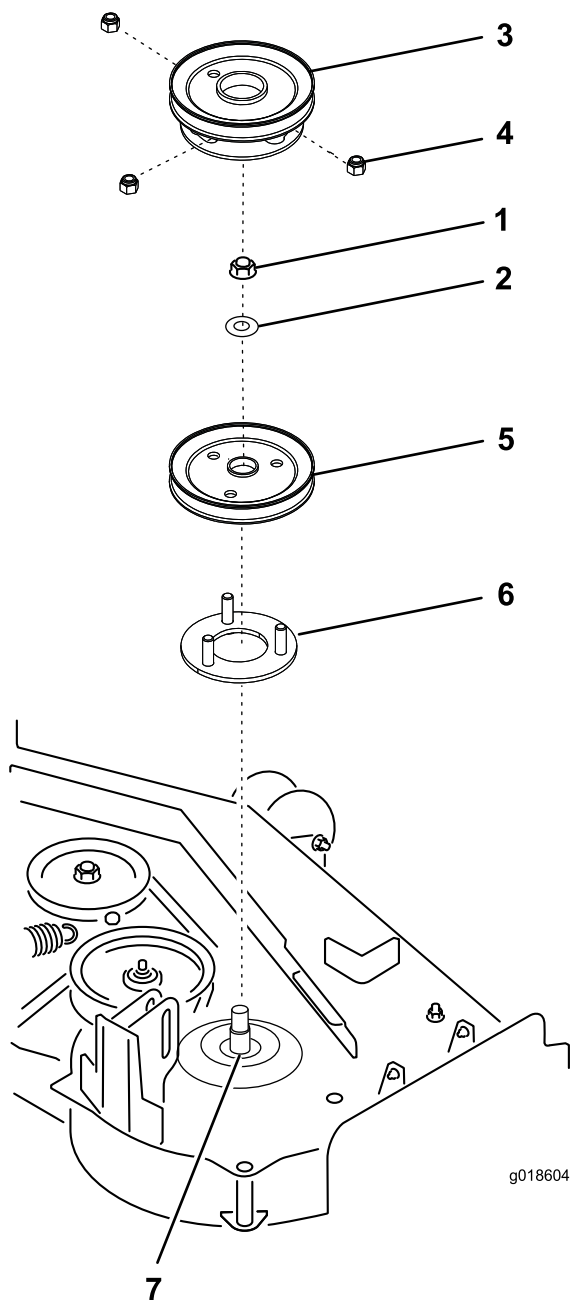

Figura 5
4. Togliete il dado e la rondella sulla puleggia (del mandrino) del piatto di taglio preesistente (Figura 5).
5. Rimuovete la puleggia del mandrino (Figura 5).
6. Montate l'attacco della puleggia sulla puleggia del mandrino (Figura 5).
7. Montate i tre dadi (della puleggia del soffiatore) in modo che siano serrati a mano (Figura 5).
8. Montate il gruppo dell'attacco della puleggia/puleggia del mandrino sul piatto di taglio (Figura 5).
9. Montate la rondella e il dado della puleggia preesistente sul mandrino della puleggia (Figura 5).
10. Fate scorrere la puleggia del soffiatore nel gruppo dell'attacco della puleggia/puleggia del mandrino (Figura 5).